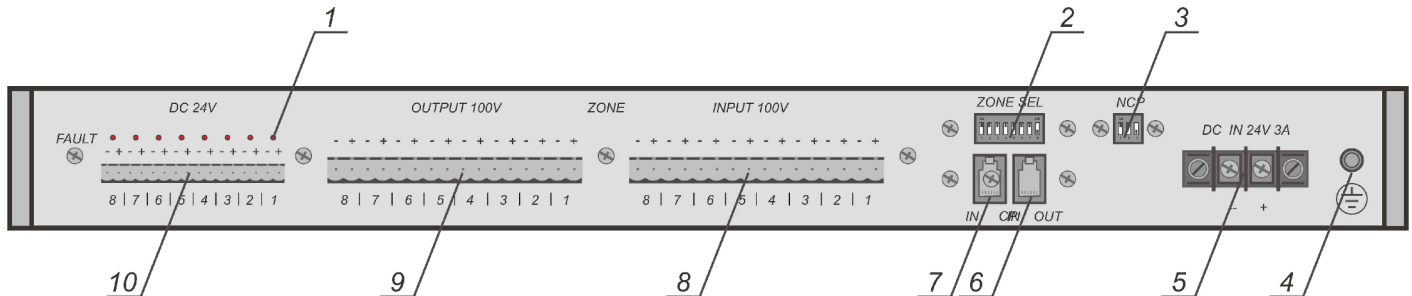

Рисунок 16
9.6 Розміщення клем та гнізд на задній панелі блоку комутації та контролю та їх призначення наведено на рис. 16